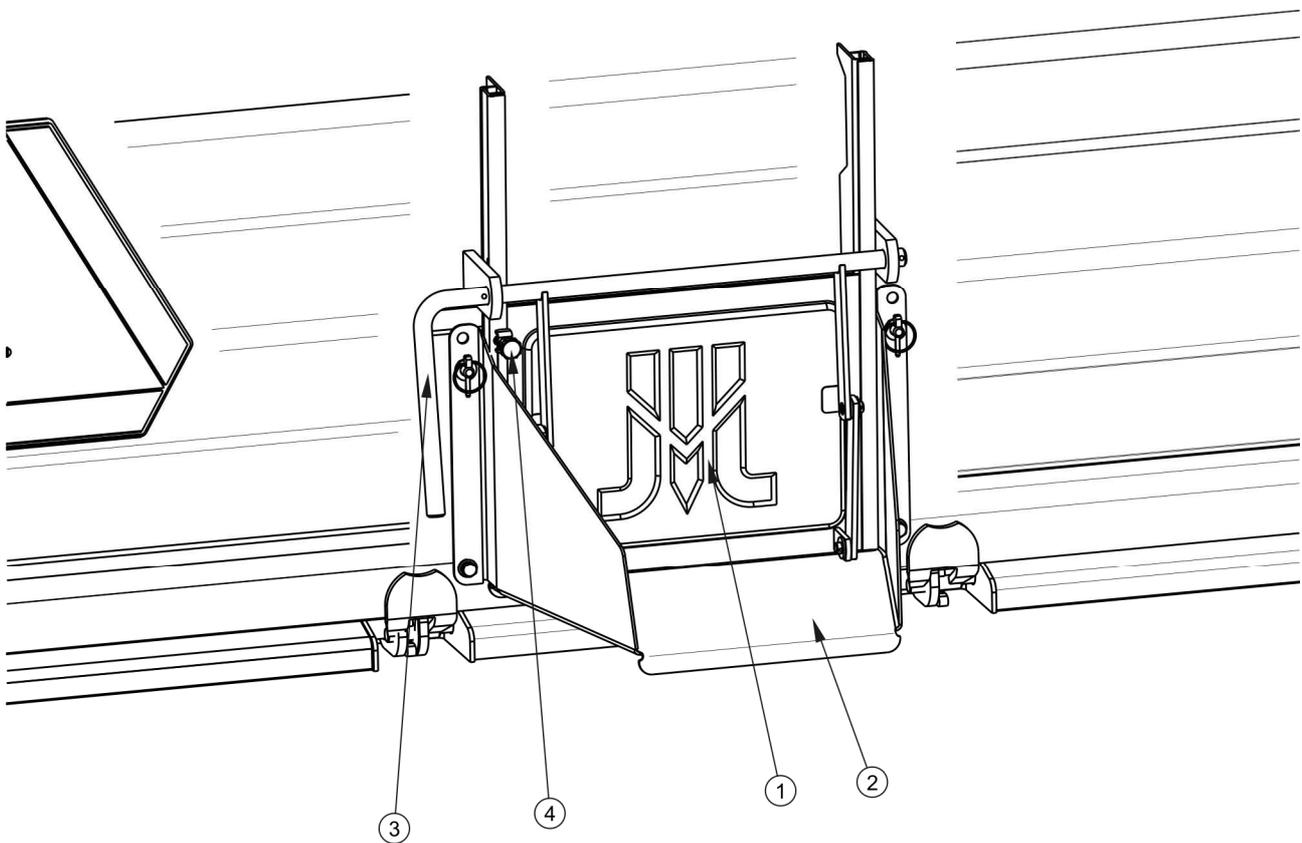

ABBILDUNG 4.6 Hintere Schütte
Die Heckwand des Ladekastens ist mit einem Schieber (1) einer Schütte (2) (Sonderausstattung) ausgestattet - Abbildung 4.6, die zum Entladen vom Schüttgut dienen. Die Konstruktion der Schütte ermöglicht genaue eine Dosierung der Ladung in die Verpackungen (Beutel, Kisten usw.). Die Spaltgröße ist mit Hilfe des Hebels (3) einzustellen. Zu diesem Zwecke ist die verriegelnde Schraube (4) aufzulockern, den Kornschieber auf einer gewählten Höhe zu öffnen und wieder mit der Schraube zu sichern. Beim Entladen über die Schütte dürfen die Wandverriegelungen nicht geöffnet werden und das Anheben des Ladekastens muss langsam und ruckfrei erfolgen. Schnelles Anheben der Ladekiste verursacht aufgrund der Verschiebung der Ladung sehr große Drücke auf den hinteren Bereich der Ladekiste und kann der Stabilität der Maschine drohen.